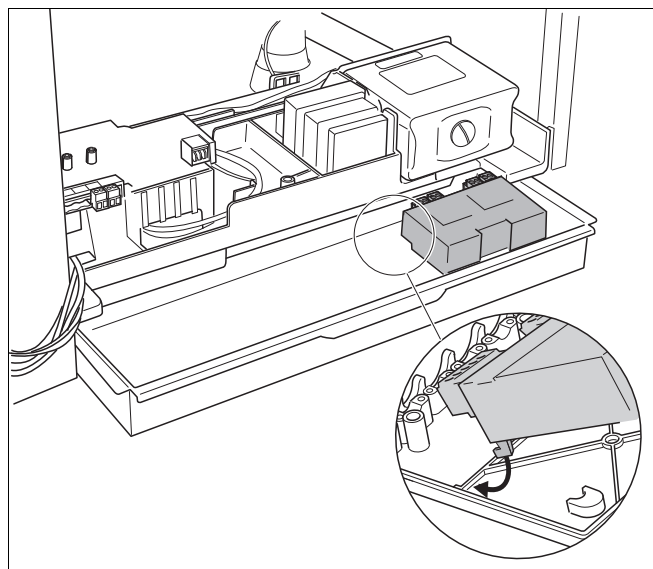

Fig. 46 Fixați mecanic modulul funcțional la suportul de perete
- Fixați mecanic modulul(e) funcțional(e) în suportul de perete (fig. 46).